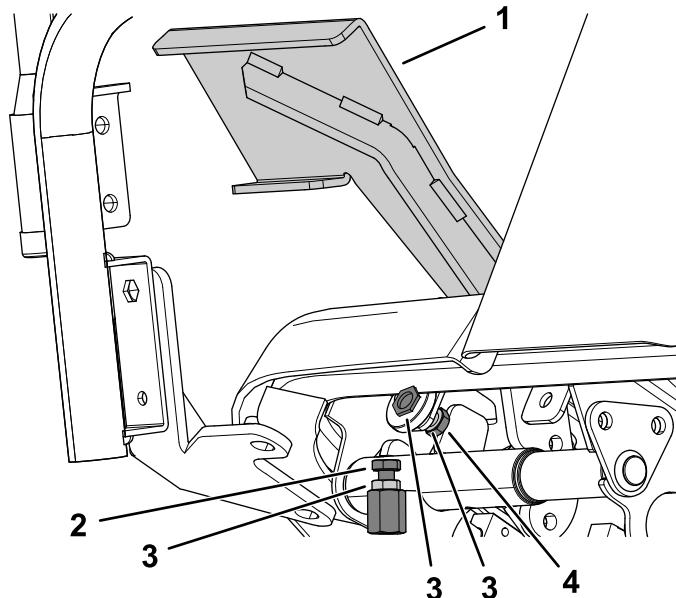

図 96
1. 走行ペダルを前進一杯に押し込む図 96。
- A. レンチを使用して、前進用ペダルストップを保持しながら、ブラケットの裏側にあるジャムナットをゆるめる図 96。
- B. 走行ペダルを希望位置に動かす図 96。
- C. ブラケット裏側のジャムナットで、ペダルストップが走行ペダルに当たるように調整する図 96。